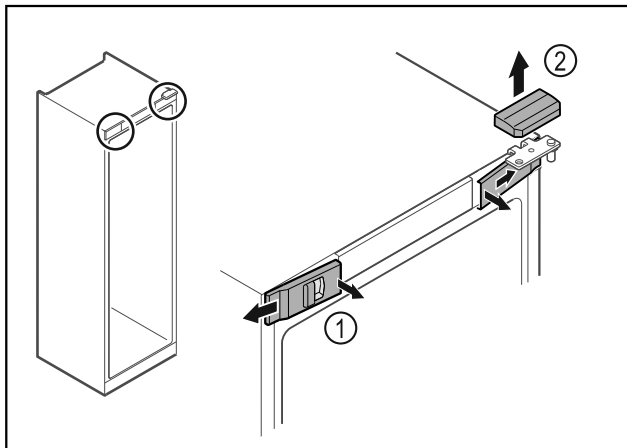

Fig. 7*
- Nxirrni nga foleja kapakët mbulues të përparmë Fig. 7 (1) në pjesën e brendshme dhe hiqini nga anash.*
- Hiqni kapakun mbulues të sipërm Fig. 7 (2) duke e ngritur lart.*